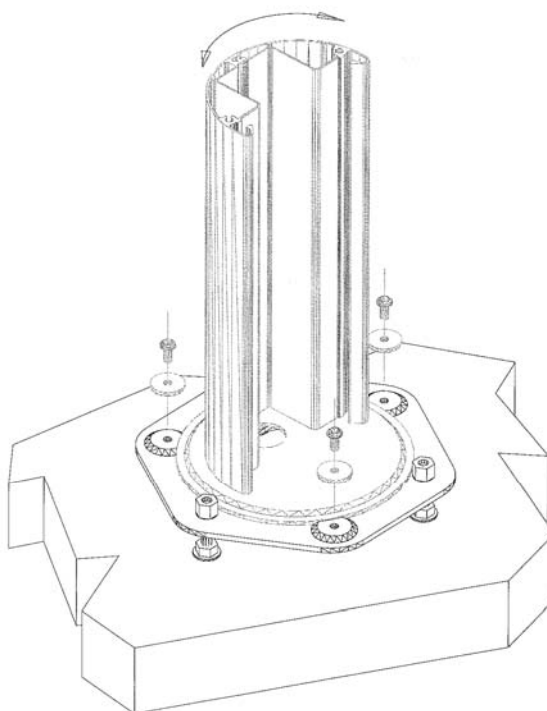

Fig.7
- Alloggiare la colonna FMC sulla base con le tre viti più rondella, regolare l'angolazione desiderata della colonna ed eseguire il serraggio (fig.7);